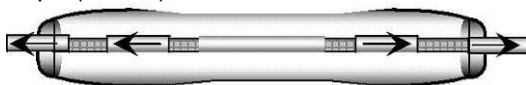

Рис. 8
- Сдвинуть и снять соединительные планки по боковым сторонам рециркулятора (Рис. 8).